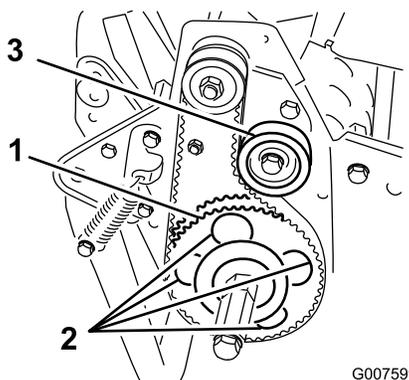

Figura 45
7. Rode a polia de transmissão até que os furos fiquem alinhados com os 4 parafusos flangeados dos rolamentos do rolo (Figura 45).
11. Ajuste a tensão da correia e aperte o parafuso de montagem da polia intermédia (Figura 45).